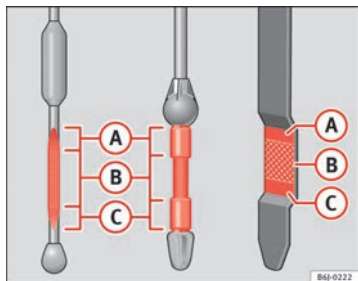

Abb. 133 Ölmesstab
- Den Messtab anschließend wieder herausziehen und den Ölstand ablesen ⇒ Abb. 133. Füllen Sie gegebenenfalls Motoröl nach.